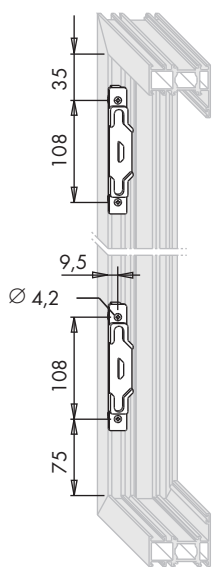

Bild 1
- B** Schubstangen S1 und S2 mit Kupplungslasche (4) und Verriegelung (3) an der VS einschieben.
- C** Auflaufbock (1) an der VSU waagrecht einschieben.
- A** Schließteile (7) nach Maßangaben (Bild 1) positionieren und mit Senkschrauben M5 x 13 (6) befestigen (Drehmoment $2,5 \pm 0,25$ Nm).
- B** Kippschließteil (8) an der VSU in die Nut einlegen, bis Nutanfang schieben und mit Gewindestift festklemmen (Drehmoment $1,5 \pm 0,25$ Nm).